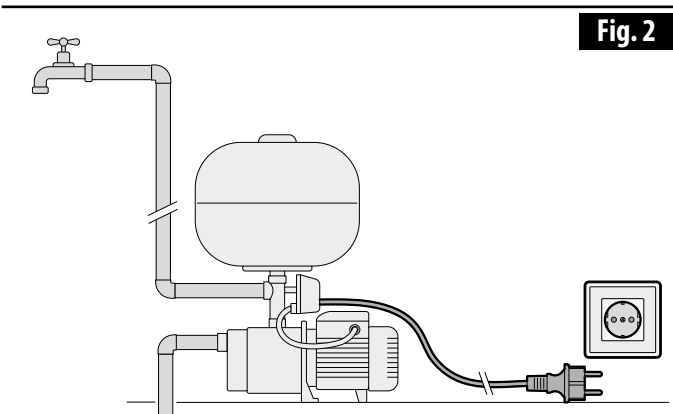

Fig. 2
- Staccare la spina del cavo di alimentazione dell'elettropompa dalla presa di corrente lasciando aperto il punto di erogazione e scaricare completamente l'impianto (Fig. 2).
- Disconnect the plug of the electric pump's power cable from the power socket, leaving the supply point open, and drain the system completely (Fig. 2).